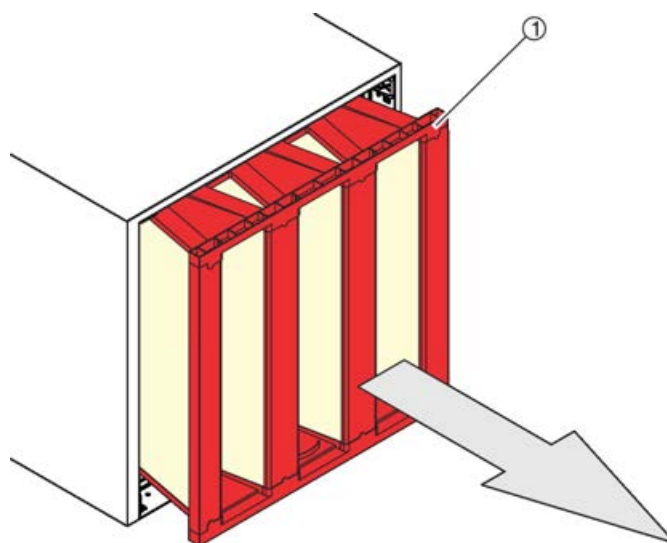

Abb. 20: Filterelement herausziehen
4. ▶ Das Filterelement ( Abb. 20 /1) nach vorn herausziehen.